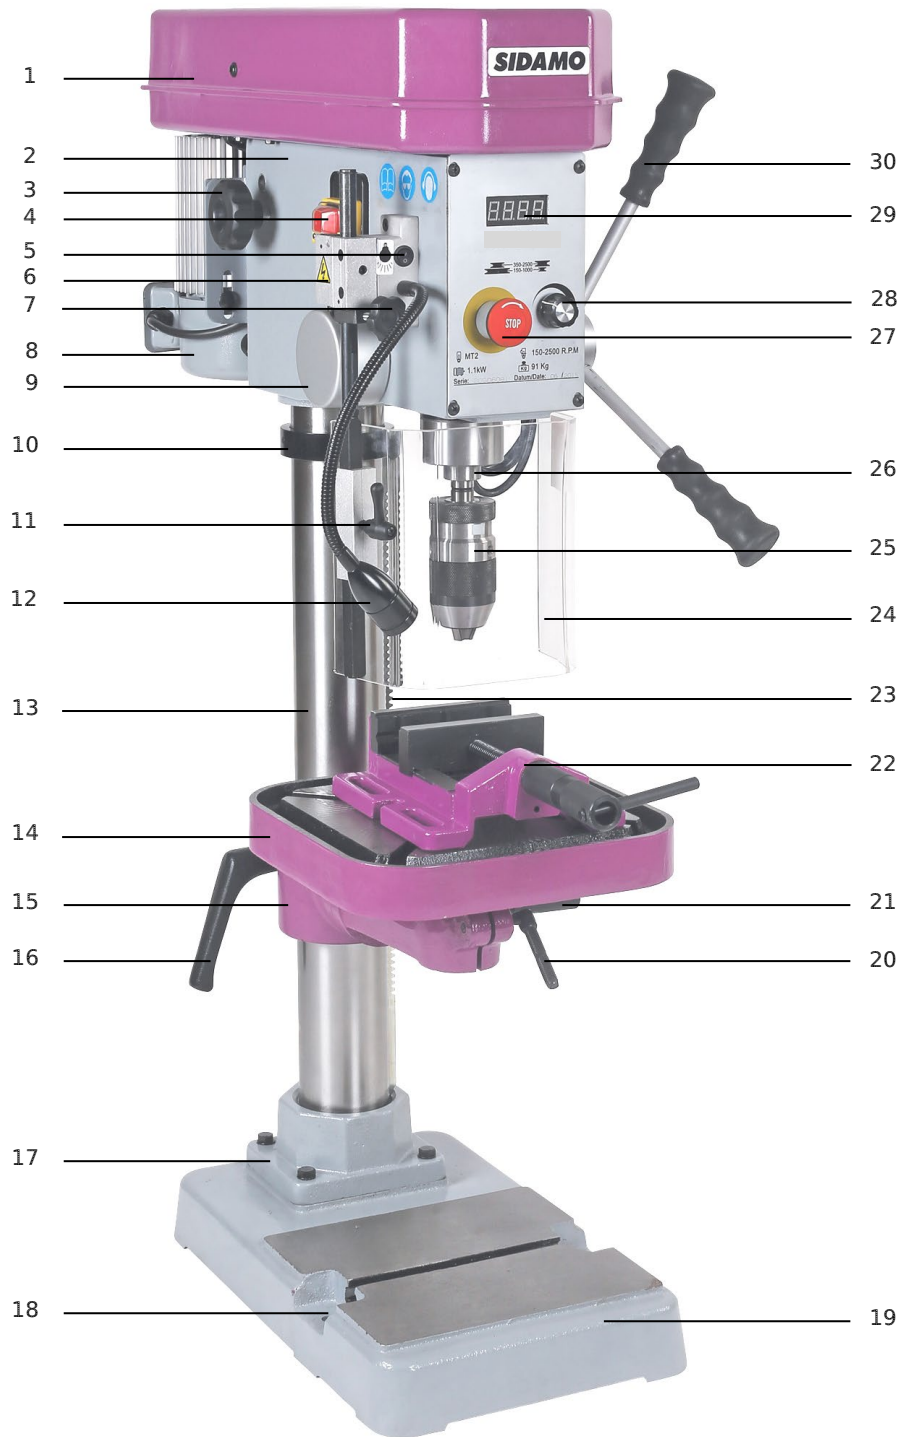

Figure 1
Positionner la machine, à l'aide de plusieurs personnes, sur un socle ou sur un établi fixé au sol qui est suffisamment plat et non glissant, de sorte que le socle ou l'établi ait une position la plus stable possible. Utiliser un socle ou un établi de capacité suffisante. S'assurer que la surface du sol est nivelée et lisse. Prévoir des trous de fixation en correspondance des points de fixation scellement base (18 fig.1) et procéder à la fixation. Fixer la machine sur un socle ou un établi au moyen de rondelles, d'écrous et de boulons de fixation appropriés, de sorte qu'elle ait une position la plus stable possible.
13. Serrer la poignée de blocage de table (20 fig.1).
21. Installer la poignée avec la vis (9 fig.2) sur le capot-poulies (1 fig.1) (desserrer préalablement la vis de sécurité d'ouverture capot-poulies).
23. Serrer la poignée de blocage de déplacement de l'écran de protection mandrin (11 fig.1).
24. Glisser l'ensemble complet de l'écran de protection mandrin dans son support situé sur le côté gauche de la tête de perceuse (6 fig.1).
25. Mettre le circlips (E) pour éviter que l'axe ne sort de son support.
26. Positionner l'axe et serrer la poignée (7 fig.1).